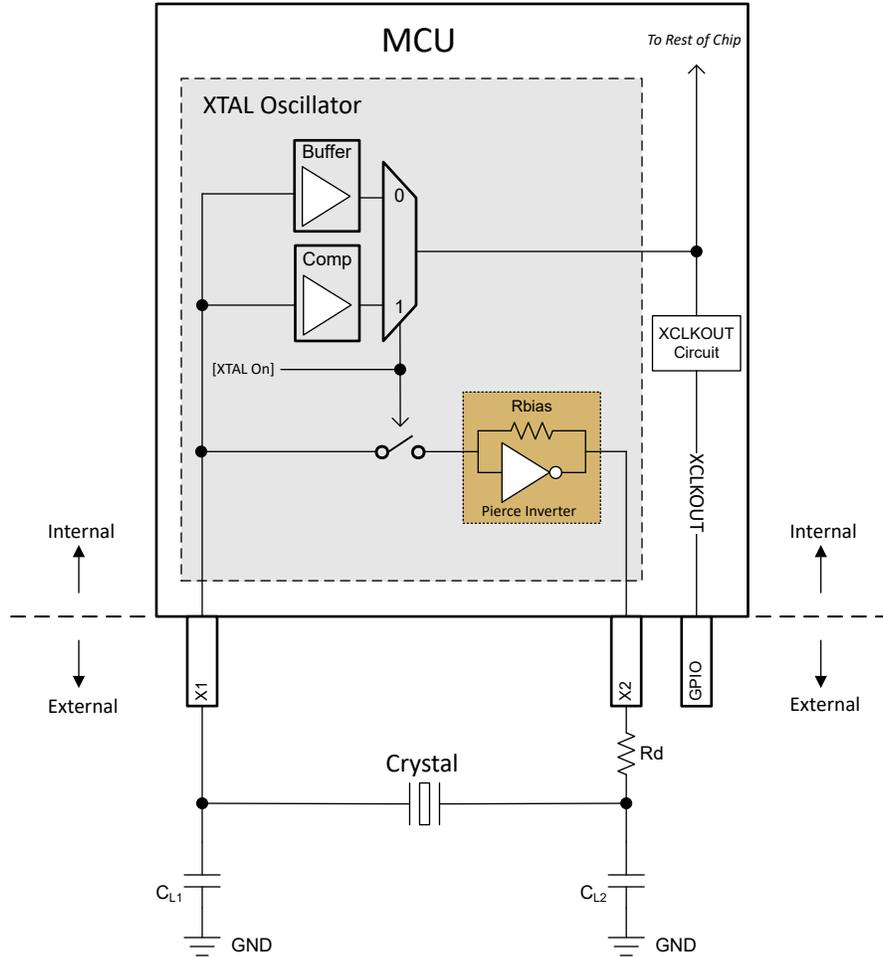

図 6-20. 電気発振回路のブロック図
このデバイスの電気発振回路は、ピアス発振器です。これは正帰還インバータ回路であり、発振するためにはチューニング回路が必要です。この発振器に適合する水晶振動子と組み合わせると、タンク回路が形成されます。このタンク回路は、水晶振動子の基本周波数で発振します。このデバイスでは、発振器は、並列容量 (C0) および必要な負荷容量 (CL) によって、並列共振モードで動作するように設計されています。図 6-20 に、電気発振回路とタンク回路の部品を示します。
図 6-20 によれば、CL1 と CL2 が直列になっているので、水晶振動子から見た等価合計容量を求めるには、静電容量の直列式を適用して、CL1 = CL2 の場合、単純に $[CL1]/2$ と計算する必要があります。